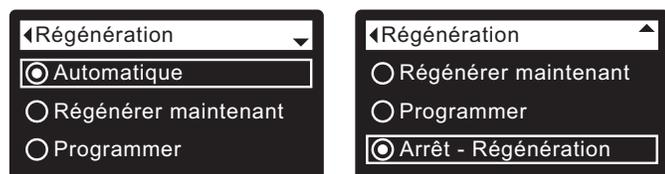
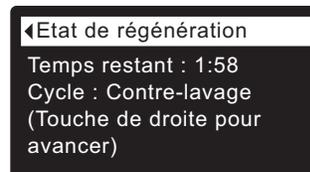

FIG. 45
FIG. 46
3. Appuyez sur le sélecteur (O) pour afficher le menu de régénération (cf. Figure 45).
4. Si le cercle à gauche de l'option souhaitée a déjà un point (cf. Figure 45), passez à l'étape 5. Sinon, appuyez sur le bouton BAS (▼) ou HAUT (▲) pour passer à l'option souhaitée, puis sur le sélecteur (O) pour confirmer votre choix.
- **Régénérer maintenant** démarre sans délai une régénération si vous appuyez sur le sélecteur (O) à l'étape 5.
5. Appuyez sur le sélecteur (O) : Si vous sélectionnez **Régénérer maintenant**, l'afficheur passe immédiatement à l'écran État de régénération (cf. Figure 46).